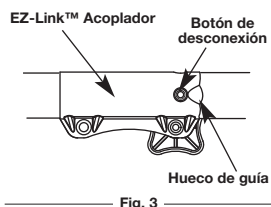

Fig. 3
- Opima y sostenga el botón de desconexión (Fig. 3).
**NOTA:** La alineación del botón de desconexión con el hueco de guía facilitará la instalación (Fig. 3).